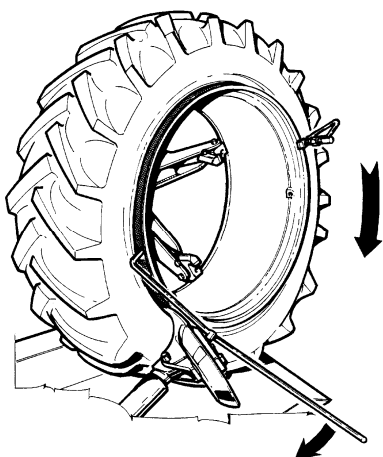

Рис.51
7. Установите крюк, как описывается в 5.5.2. Поворачивайте держатель колеса по часовой стрелке, пока шина не будет полностью смонтирована. При необходимости используйте монтировку, чтобы удерживать борт шины в глубоком обode (Рис. 51).